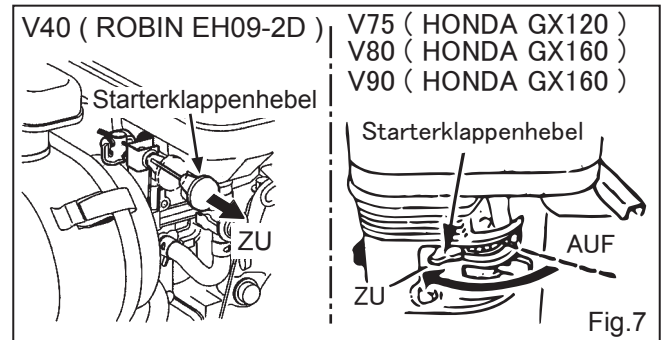

Fig.7
- Bei kaltem Motor oder niedriger Umgebungstemperatur den Starterklappenhebel schliessen. (Fig.7)